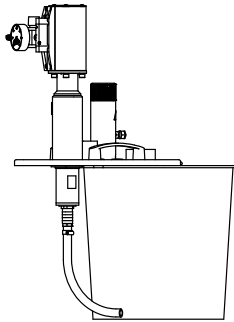

Fig. 6
1. Colocar a bomba no recipiente de cola fechado (consulte a fig. 6). O comprimento necessário pode determinar-se facilmente, posicionando a bomba lateralmente sobre o recipiente de cola utilizado.
2. Dimensionar a mangueira de aspiração (4) de maneira que esta alcance o fundo do recipiente de cola sem se dobrar.
4. Retirar o suporte para montagem na parede, se este existir, do regulador de pressão da cola (8) e fixar o espaçador (5) no regulador de pressão da cola com dois parafusos (M6 x 12).
5. Retirar a cobertura de protecção da saída do filtro (7).
6. Colocar o regulador de pressão da cola sobre a tampa e enroscar a entrada da cola (6) do regulador de pressão da cola directamente na saída do filtro.
7. Retirar o bujão da abertura de enchimento de óleo (3) incluindo o letreiro de indicação.
10. Ligar a entrada de ar comprimido (1) da bomba ao abastecimento de ar comprimido, utilizando uma mangueira de ar comprimido de 8 mm com tolerância externa (não contida no âmbito de fornecimento).
3. Retirar o parafusos com sextavado interior (6) da parte inferior do filtro.
5. Aparafusar de novo a porca para tubos e apertá-la ligeiramente. Ter cuidado para que a abertura de enchimento de óleo (3) do lado direito fique acessível.
12. Dimensionar a mangueira de aspiração (8) de maneira que esta alcance o fundo do recipiente de cola sem se dobrar (consultar a fig. 6).
13. Ligar a entrada de ar comprimido (1) da bomba ao abastecimento de ar comprimido, utilizando uma mangueira de ar comprimido de 8 mm com tolerância externa (não contida no âmbito de fornecimento).
14. Retirar a cobertura de protecção da saída do filtro (4).
**NOTA:** Para alcançar uma melhor capacidade de serviço do regulador de ar comprimido e um escoamento do ar de saída afastado do utilizador, é possível rodar a unidade pneumática. Para isso, desapertam-se e/ou retiram-se os três parafusos com sextavado interior (2), situados na parte inferior da unidade, e roda-se o cilindro para uma nova posição adequada. Em seguida, fixar novamente a unidade.